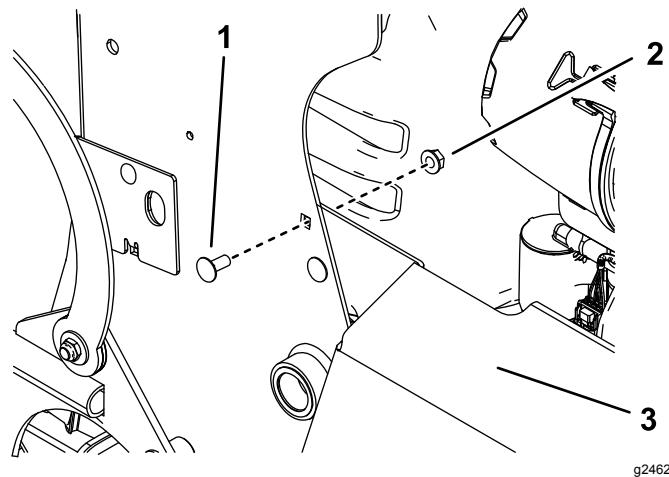

Figure 6
2. Enlevez le boulon de carrosserie supérieur et l'écrou qui fixent la protection du silencieux à la machine (Figure 6).